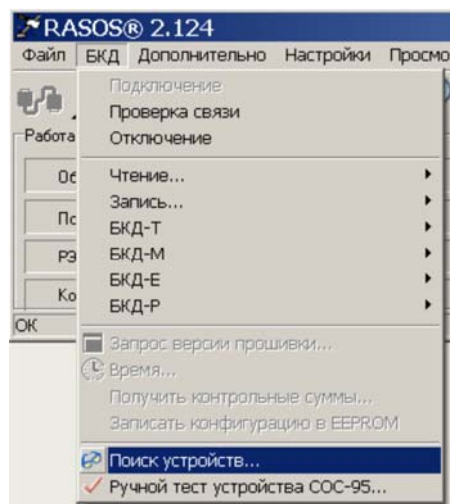

Рисунок 16
6) Выполнить поиск адресных блоков, подключенных к БКД-М по интерфейсу СОС-95, выбрав пункт меню **БКДПоиск устройств...** (рисунок 16).